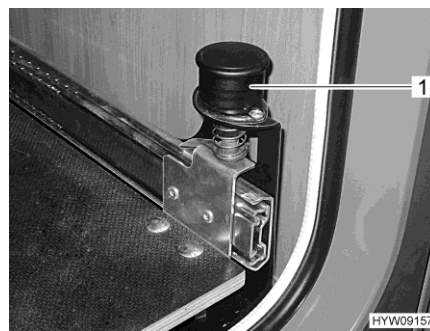

Bild 81 Knopp med spärr
- Dra knoppen (Bild 81,1) uppåt. Utdragsdelen till gasboxen är upplåst.